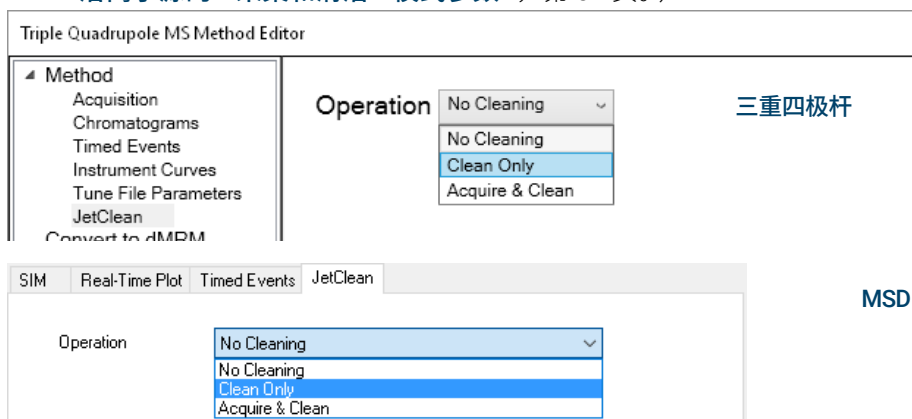

图 2 方法编辑器 - 智氢洁模式选择面板（顶部为三重四极杆，底部为 MSD）
- 2 单击**智氢洁离子源**。（请参见图 2。）
- 3 从**操作**下拉菜单中选择一种模式。（请参见图 2。）
- 2 选择**智氢洁离子源**。（请参见图 2 （第 10 页）。）
- 3 从**操作**下拉菜单中选择**仅清洁**。（请参见图 2 （第 10 页）。）